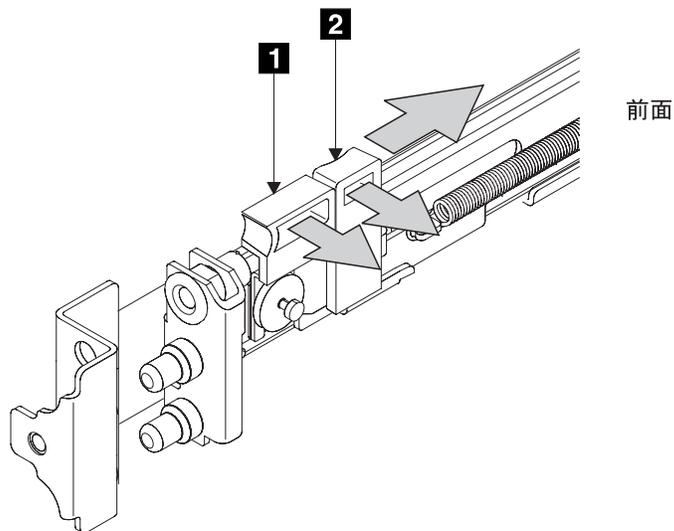

図 126. 前部ラッチ・ロック・キャリア・アセンブリーを開く
- ラッチ・レバー **2** をレールの一番端の方向に移動させながら、ラッチ・ロック **1** (図 126) を軽く押してレールから離します。ラッチ・ロック・キャリア・アセンブリーが、ばねの強度でスライドします。